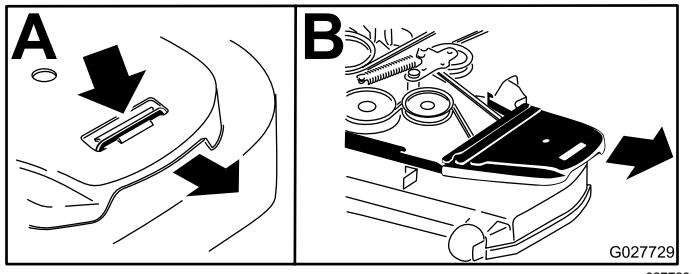

Figure 92
5. Retirez le couvercle de courroie en plastique (Figure 92).
4. Retirez les couvercles de courroie (Figure 92).